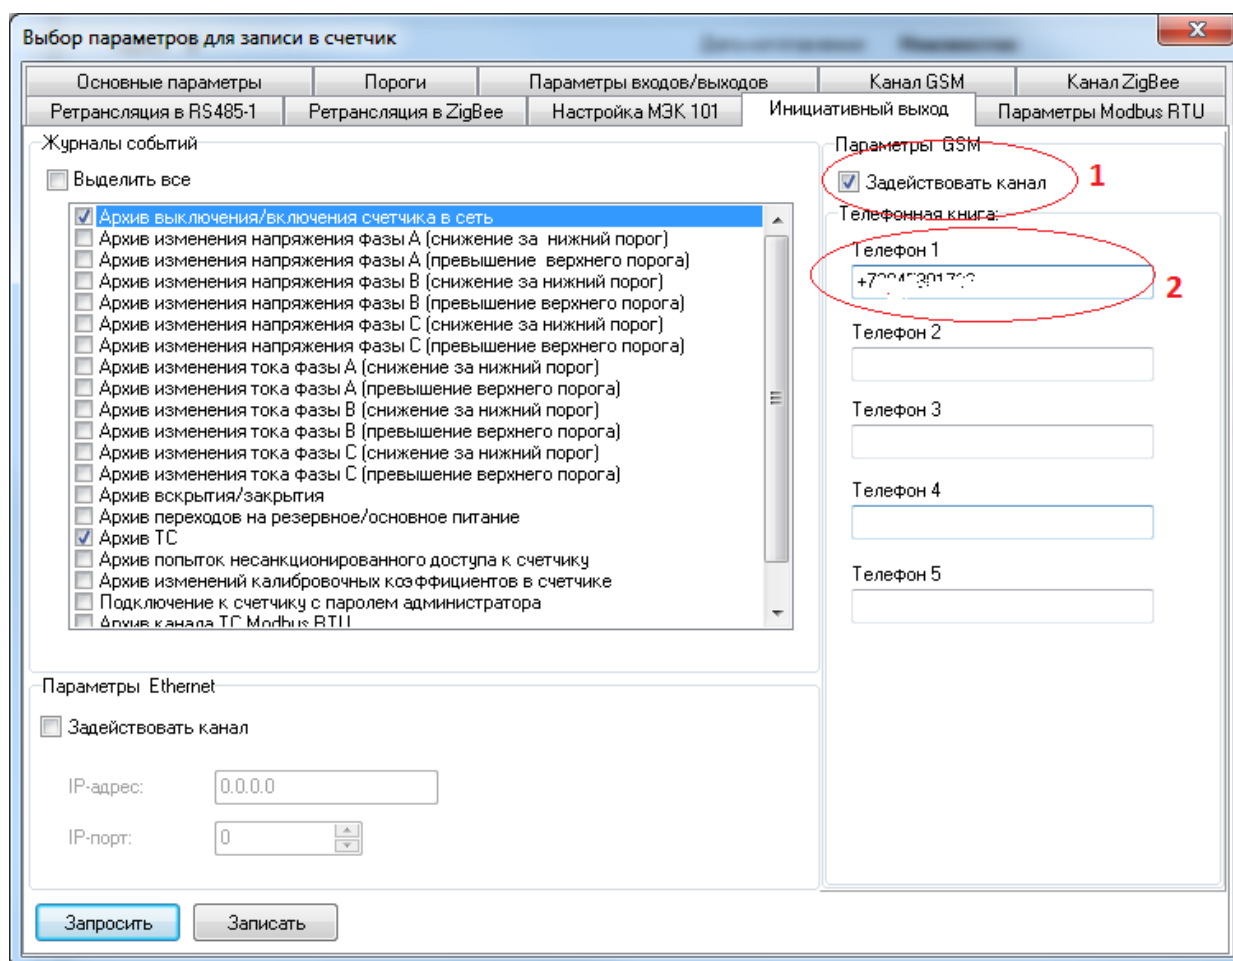

Рисунок 2.10
- ввести номера телефонов в поля панели *Телефонная книга* (в международном формате, первый символ «+»), до пяти номеров (рисунок 2.10 позиция 2);
- установить флажок в поле *Задействовать канал* (рисунок 2.10 позиция 1).